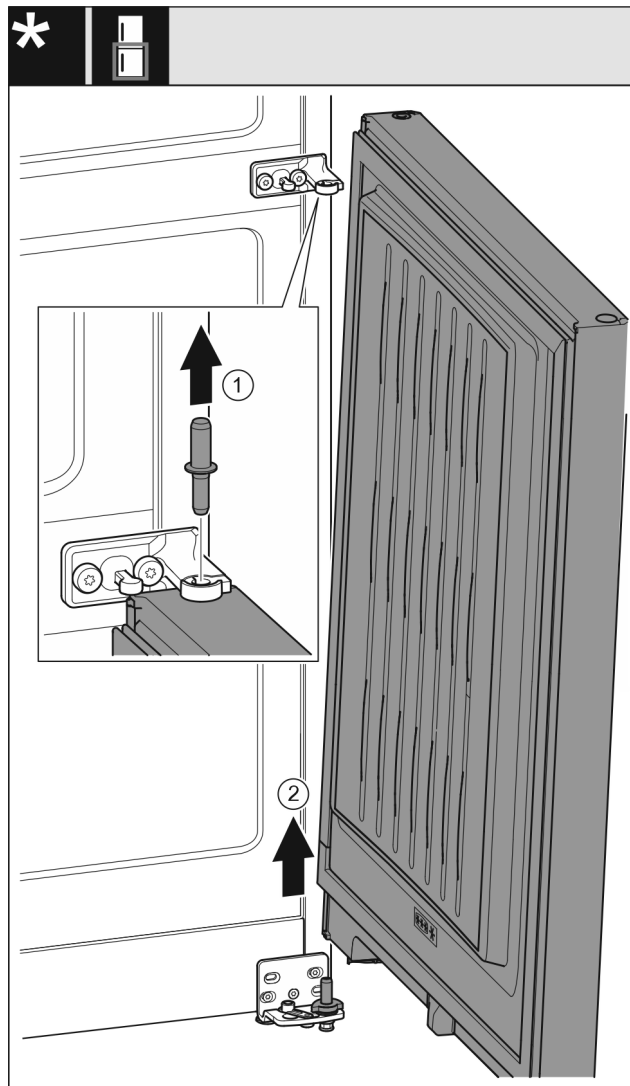

Fig. 11 Bez amortyzatora zamykania
- ▶ Wyjąć sworzeń Fig. 11 (1) w górę.
- ▶ Wyjąć drzwi Fig. 11 (2) pociągając w górę, a następnie odstawić z boku.